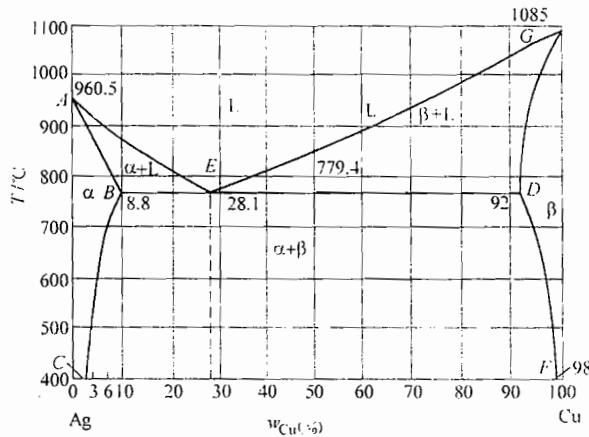

图 27-2 第三题第 2 小题图
2. Cu-Ag 合金相图如图 27-2 所示。若有 Cu-Ag 合金 ( $w_{\text{Cu}} = 0.075$ ,  $w_{\text{Ag}} = 0.925$ ) 1kg，请提出一种方案从该合金中提炼出 100g 的 Ag，且要求提炼得到的 Ag 中的 Cu 含量  $w_{\text{Cu}}$  低于 0.02。（假设液相线和固相线均为直线）。